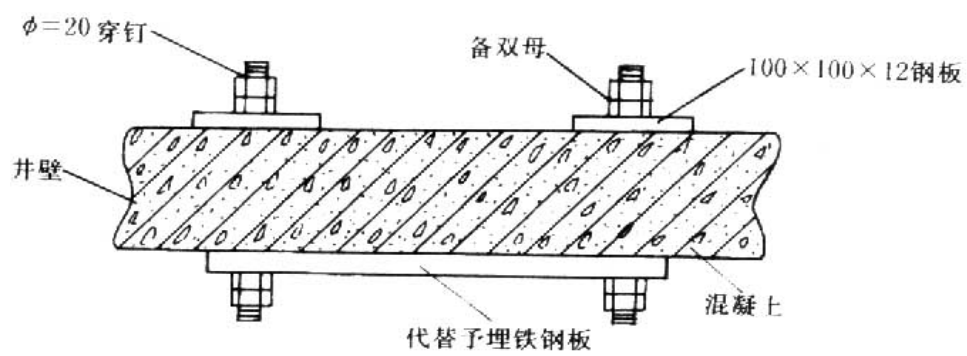

图5-17
3.3.3.1 若电梯井壁较薄，不适宜使用膨胀螺栓固定导轨支架且又没有预埋铁，可采用井壁打透眼，用穿钉固定铁板（ $\delta \geq 16\text{mm}$ ）。穿钉处，井壁外侧靠墙 壁要加 $100 \times 100 \times 12$ （mm）的垫铁，以增长强度。见图5-17，将导轨支架焊接在铁板上。